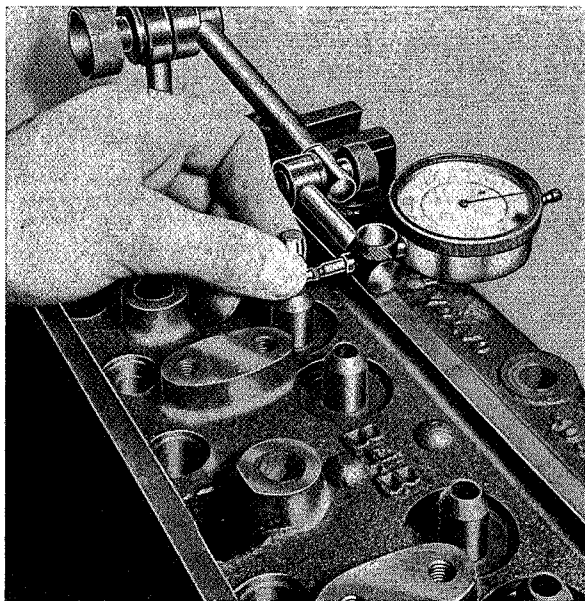

Fig. 2-21. Het meten van de klepsteelspeling
2. Meet de speling tussen de steel en de geleider zoals Fig. 2-21 laat zien. Met een nieuwe klep mag de speling 0.15 mm (0.006”) niet overschrijden. Controleer ook of de kleppen niet erg versleten zijn. Zie de specificaties onder het hoofd „Kleppen mechaniek” en „Slijtage toleranties”.